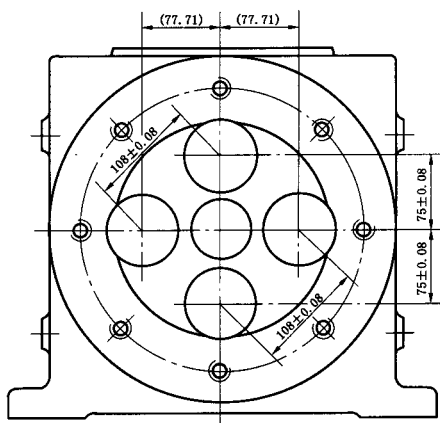

图 27 参考尺寸的注法
5.4 标注参考尺寸时,应将尺寸数字加上圆括弧(图 27)。